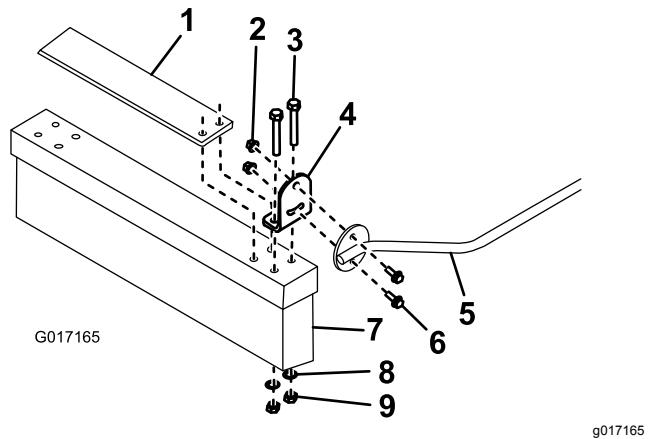

Figura 7
- Monte una pestaña en cada extremo del cepillo con 2 pernos (M8 x 60 mm), arandelas y contratuerzas (M8). Posicione las pestañas según se indica en Figura 7. Utilice los taladros exteriores en unidades de corte de 21" y los taladros interiores en unidades de corte de 18".
- Sujete un soporte de montaje de la varilla del cepillo en cada pestaña del cepillo con 2 pernos con arandela prensada (M6 x 20 mm) y tuercas con arandela prensada (M6) (Figura 7).